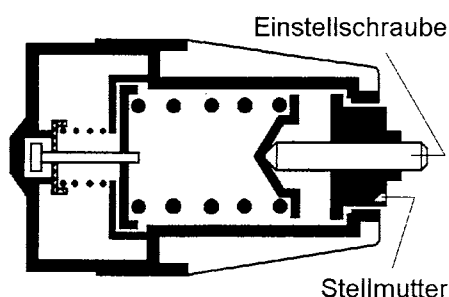

Abb. 3
Hinweis: Bei Nichterreichen des Abschalt-druckes p2 ist der Druck an der Einstell-schraube zu korrigieren; dabei ist die Stell-mutter mit einem Maul-Ringschlüssel gegen Verdrehen zu sichern (siehe Abb. 3).
3.5.1. Den Anschluß 1 der Abwandlung entsprechend bis 2 bar über den Abschalt-druck p2 aus der Tabelle belüften. Den Absperrhahn 7 am Prüfstand öffnen. Bei einem der Abwandlung entsprechenden Abschalt-druck p2 am Manometer 7 muß an der Entlüftung Luft austreten. Nach einem der Abwandlung entsprechenden Druckabfall (Schaltspanne p3 aus der Tabelle) endet der Luftaustritt an der Entlüftung. Wird die Schaltspanne p3 nicht erreicht, so ist sie mit der Stellmutter zu korrigieren (siehe Abb. 3). Diesen Prüfpunkt mehrmals wiederholen. Den Anschluß 1 entlüften und den Absperrhahn 7 schließen.